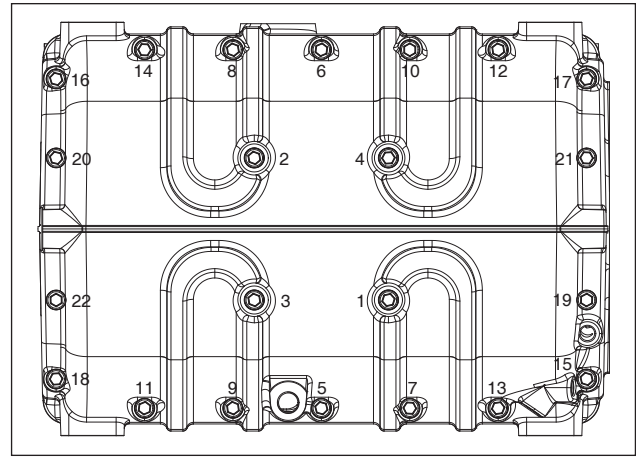

Abb. 112/a
Schneiden Sie mithilfe eines Cutters und Dickenmessers die überschüssigen Teile der O-Ring-Dichtungen ab, die an der Dichtlinie des vorderen und hinteren Gehäuses in Übereinstimmung mit dem Kolbenwellenflansch überstehen (Pos. ①, Abb. 112 und Abb. 112/a).